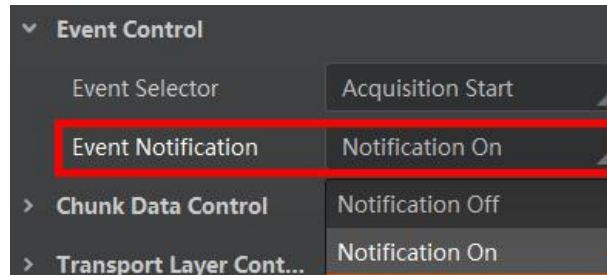

图8-12 设置事件通知状态
2. 设置参数 *Event Notification* 为 *Notification On*, 如图 8-12 所示。